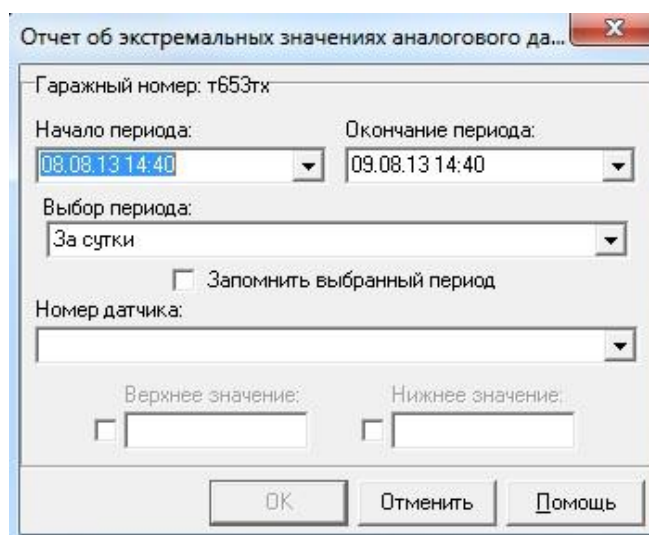

Рисунок 170 – Форма «Отчет об экстремальных значениях аналогового датчика»
- 2 Вызвать пункт меню «Отчеты» ⇒ «Экстремальные значения аналогового датчика». Программа предоставляет форму «Отчет об экстремальных значениях аналогового датчика» для задания параметров отчета (см. Рисунок 170).